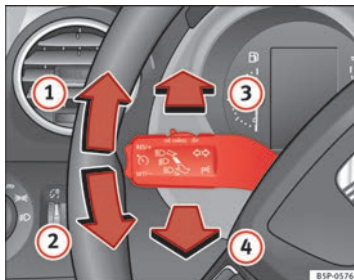

Fig. 75 Levier des clignotants et des feux de route
- Levez le levier jusqu'en butée ⇒ **fig. 75 ①** pour actionner les clignotants **droits** ou abaissez-le jusqu'en butée **②** pour actionner les clignotants **gauches**.
- Si les feux de croisement sont allumés, poussez le levier vers le volant ⇒ **fig. 75 ③** pour allumer les feux de route.
- Poussez le levier vers le volant ⇒ **fig. 75 ④** pour allumer les feux de route.